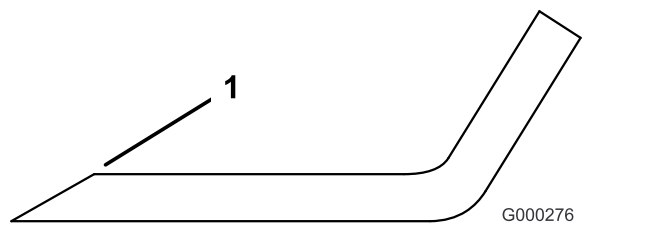

**Bild 107**
2. Prüfen Sie die Schnittkanten des Messers sorgfältig, insbesondere dort, wo die geraden Flächen die gebogenen berühren (Bild 107).
flachen mit den gebogenen Teilen verbindet, müssen Sie das Messer vor jedem Einsatz des Rasenmähers prüfen. Wenn Sie Abnutzungen (Bild 107) feststellen, sollten Sie das Messer austauschen.